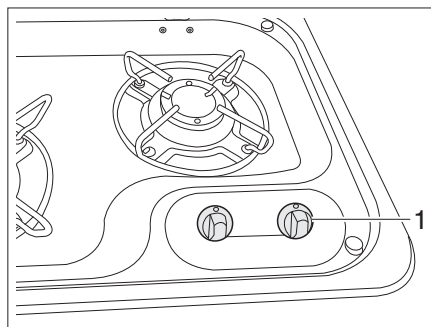

Fig. 108 Elementi di comando del fornello a gas
- Ruotare il pomello girevole (Fig. 108,1) dell'impianto a fiamma libera desiderato in posizione accesa (fiamma alta).
- Ruotare il pomello girevole sulla posizione 0 (Fig. 108,1). La fiamma si spegne.